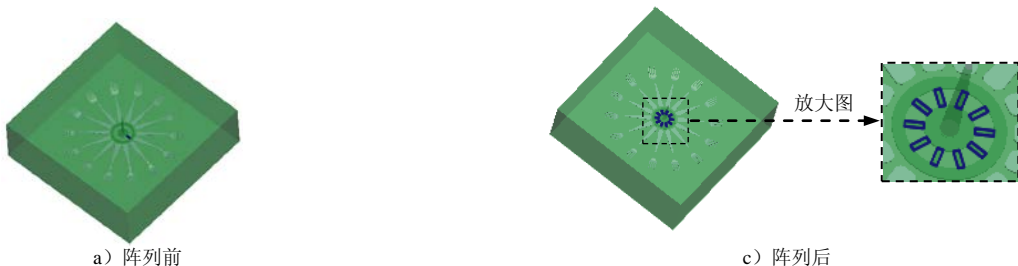

图 23.13 阵列分流道
(4) 在模型树中查看前面创建的特征。
① 在模型树界面中选择 **树过滤器(F)...** 命令。
② 在系统弹出的“模型树项目”对话框中选中 ☒ **特征** 复选框, 然后单击 **确定** 按钮。此时, 模型树中会显示出前面创建的特征。
(5) 阵列图 23.13 所示的分流道。
① 在模型树中选取上一步创建的拉伸 2 特征并右击, 在系统弹出的快捷菜单中选择 。